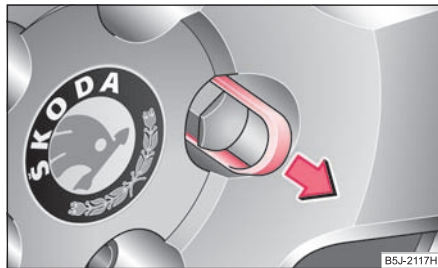

Abb. 195 Radwechsel:
- Ziehen Sie die Kappe mit der **Kunststoffklammer** ab ⇒ Abb. 195.